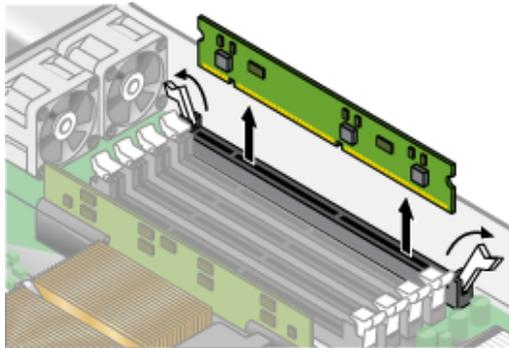

FIGURE 3-23 Retrait d'un VRM de mémoire
3. Retirez le VRM en appuyant sur les barres d'éjection aux deux extrémités de la fiche (voir FIGURE 3-23).